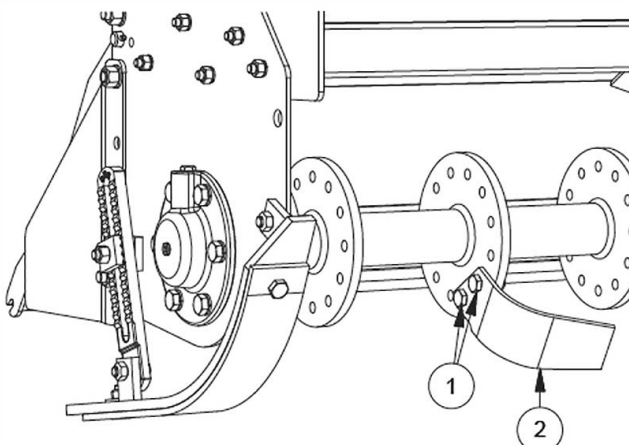

FIG. 18
- Desatornillar los dos tornillos (1, “Fig. 18”).
- Sacar la cuchilla (2).